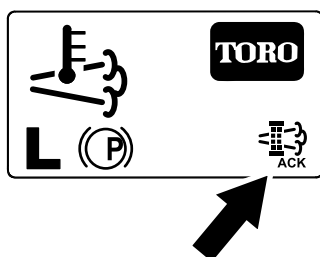

Figura 58
8. O InfoCenter apresenta o Ecrã inicial e o ícone de confirmação da regeneração (Figura 58) surge no canto inferior direito do ecrã enquanto a regeneração é processada.